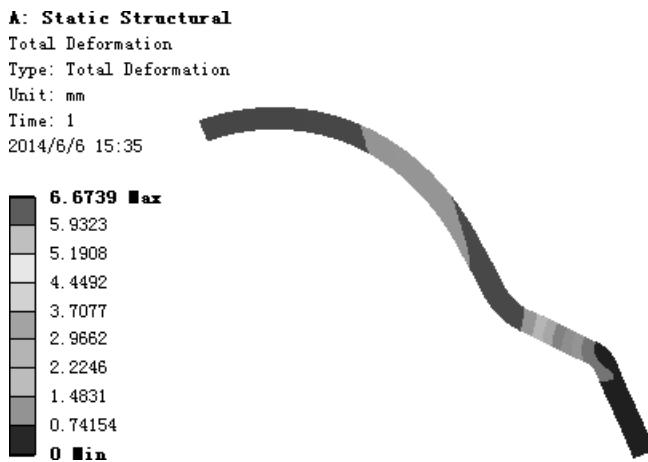

图 7.5.45 位移变形结果图解
(3) 查看位移变形结果图解。在“Outline”窗口中选中 **Total Deformation**，查看图 7.5.45 所示的位移变形结果，其最小位移为 0 mm，最大位移为 6.6739 mm。